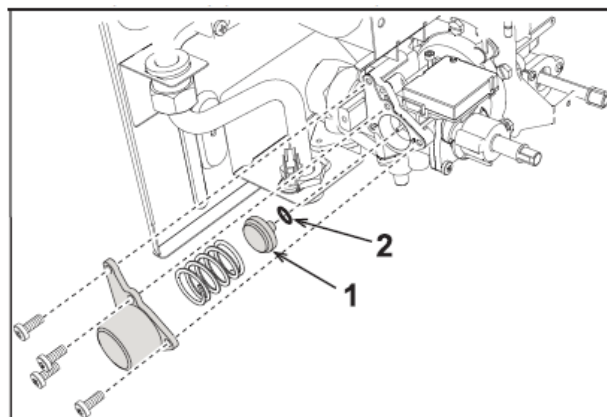

fig. 10
- Verwijder de veer en vervang de modulatiespoel (1 fig. 10) door een model dat geschikt is voor het nieuwe type gas. Controleer of de afdichting correct is geplaatst (2 fig. 10).